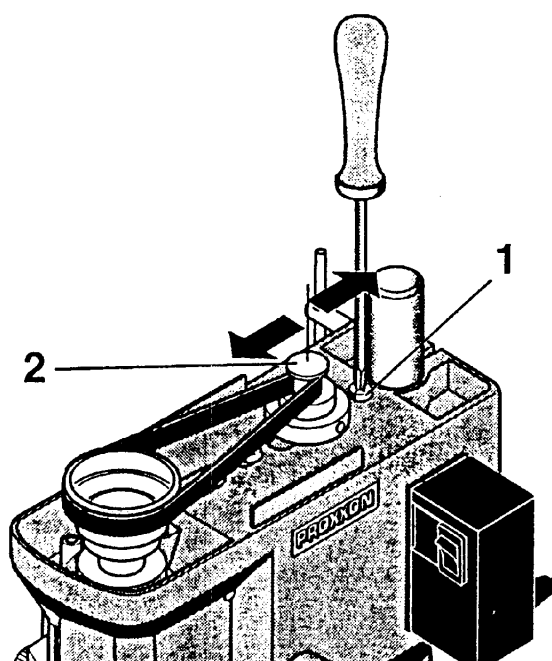

Fig. 9
2. Beide Befestigungsschrauben 1 (Fig. 9) lösen und Motorspindel (2) verschieben, bis die erforderliche Spannung erreicht ist.
2. Loosen both fastening screws 1 (Fig. 9) and displace the motor spindle (2) until the required tension is achieved.
2. Desserrer les deux vis de fixation 1 (Fig. 9) et déplacer la broche du moteur (2) jusqu'à ce que la courroie est à nouveau correctement tendue.
2. Allentare entrambe le viti di fissaggio 1 (fig. 9) e spostare l'albero del motore (2) finché non sia raggiunta la tensione necessaria.